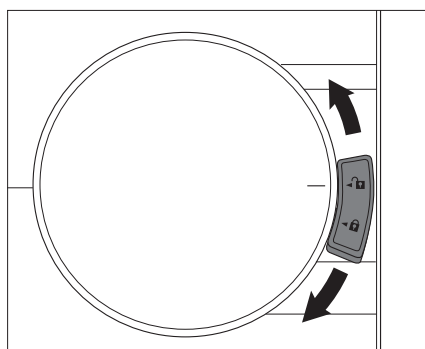

図 33
- 7) ドアハンドルレバーがスムーズに動作することを確認します。（固い場合はパッキンが浮いていると思われますので、再度押し込んでください）（図 33）